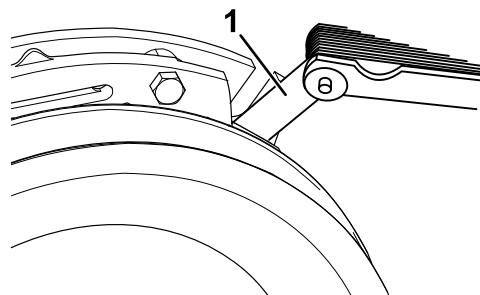
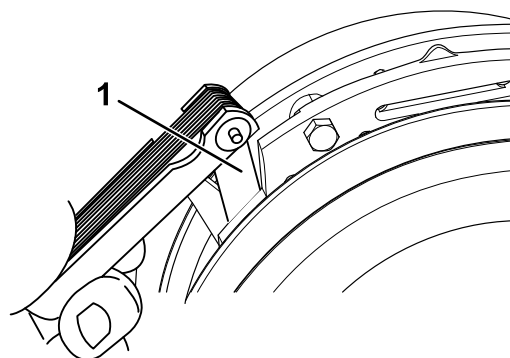

Figure 66
Figure 67
- E. À l'aide d'une jauge d'épaisseur de 0,025 cm (0,010 po), vérifiez qu'il existe un entrefer entre le rotor et la face de l'induit, de chaque côté du pôle de frein, comme montré à la Figure 66 et la Figure 67.